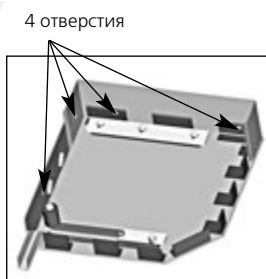

Рис. 2.12
- при комбинированном монтаже - по два отверстия в задней и верхней частях крышек (рис.2.12);